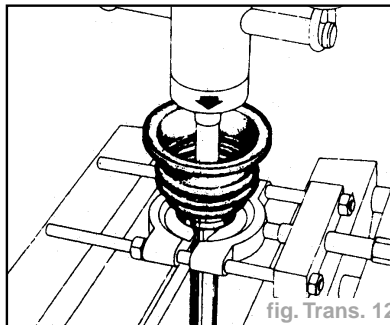

fig. Trans. 12
- Déposer l'ensemble soufflet et roulement de la même manière que pour le triaxe (fig. Trans. 12).